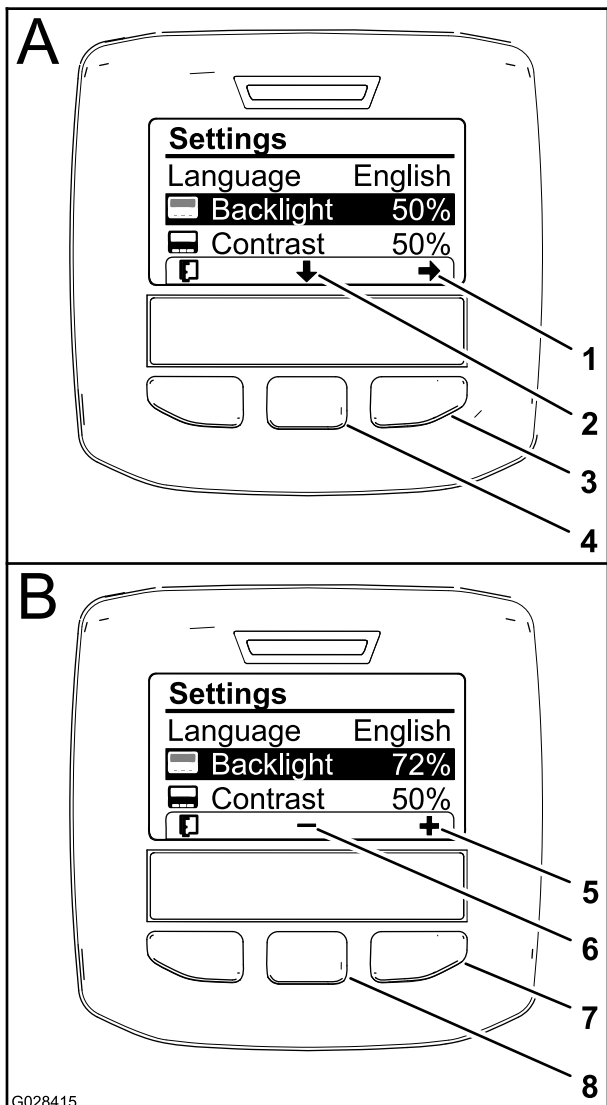

Bild 63
Symbol auf dem Display), um die ausgewählte Option nach unten zur Einstellung für die Rückbeleuchtung zu verschieben (Bild 63).
- Drücken Sie die rechte Auswahl Taste, um den Werteinstellungskontext anzuzeigen (Bild 63).
- Ändern Sie die Helligkeit des Displays mit der mittleren und rechten Auswahl Taste (Bild 63).
- Drücken Sie die linke Auswahl Taste (die Taste unter dem Listensymbol auf dem Display), um die Einstellung zu speichern, beenden das Menü „Rückbeleuchtung“ und gehen auf das Menü „Einstellungen“ (Bild 63) zurück.
- Drücken Sie zum Einstellen des Kontrasts auf dem Display die mittlere Auswahl Taste (die Taste unter dem nach unten zeigenden Symbol auf dem Display), um die ausgewählte Option nach unten zur Einstellung für den Kontrast zu verschieben (Bild 63).
- Drücken Sie die linke Auswahl Taste (die Taste unter dem Listensymbol auf dem Display), um die Einstellung zu speichern, beenden das Menü „Kontrast“ und gehen auf das Menü „Einstellungen“ (Bild 63) zurück.
- Drücken Sie die linke Auswahl Taste, um das Menü „Einstellungen“ zu beenden und das Hauptmenü anzuzeigen (Bild 61 und Bild 63).
- Drücken Sie die linke Auswahl Taste, um den Homebildschirm anzuzeigen (Bild 63).